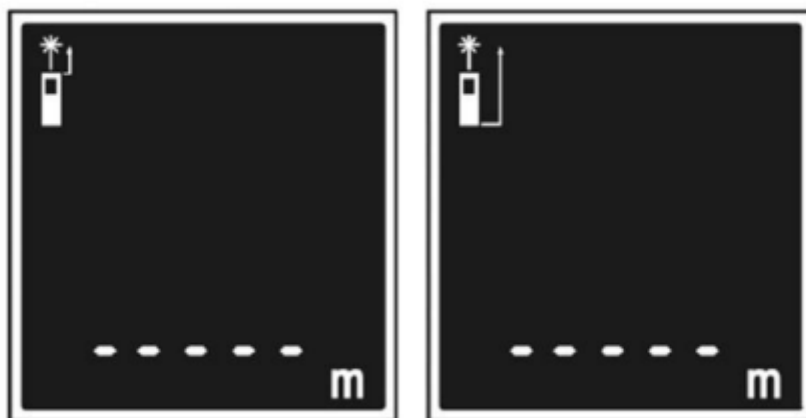

Рис.1
- Когда измеритель включен, кратковременное нажатие кнопки «ON» (2) изменит значение измерения. (Рис. 1)